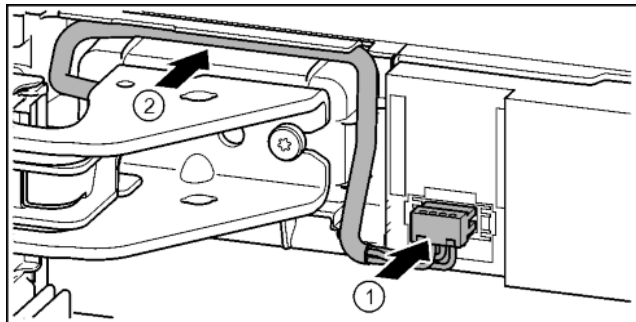

Fig. 41
- ▶ Зафіксуйте штекер над верхнім опорним кронштейном та обережно покладіть жили кабелю в канал. Fig. 41 (1)
- ▶ Обережно розташуйте сірий кабель в направляючій над верхнім опорним кронштейном. Fig. 41 (2)